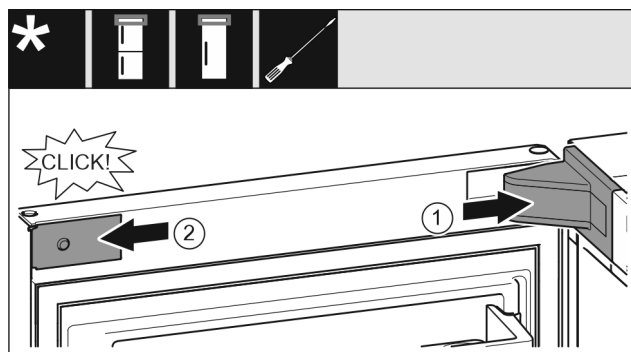

Fig. 26
- Lagerbockabdeckung Fig. 26 (1) aufsetzen und einrasten, ggf. vorsichtig auseinanderdrücken.
- Blende Fig. 26 (2) seitlich ansetzen und einrasten.